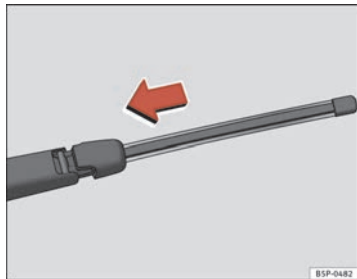

Fig. 171 Colocar la escobilla del limpiaventana
- Sitúe la escobilla, tal como se indica en la ⇒ página 249, fig. 171 y deslice el adaptador hasta que encastra.